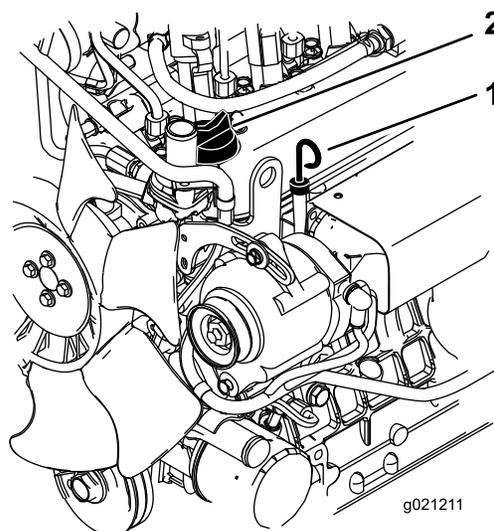

Figure 26
3. Retirez la jauge, essuyez-la sur un chiffon et remettez-la en place (Figure 26).
5. Si le niveau n'atteint pas le repère maximum, enlevez le bouchon de remplissage (Figure 26) et faites l'appoint jusqu'à ce que le niveau correct soit atteint. **Ne remplissez pas le carter moteur excessivement.**